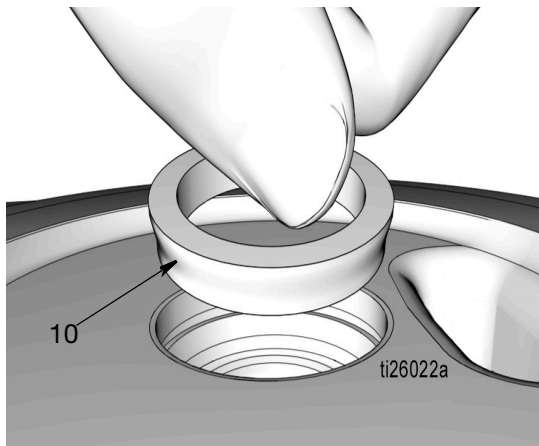

FIG. 38
- i. Monter l'entretoise conique (10), petit diamètre vers le bas, comme indiqué à la FIG. 38.